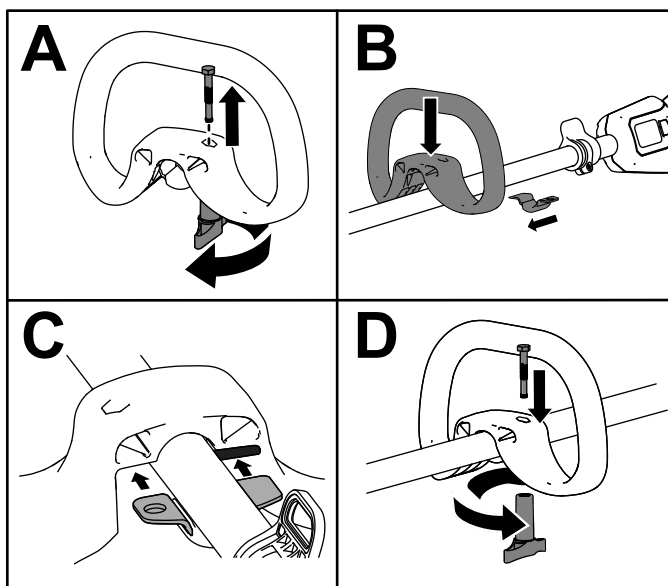

Figura 3
1. Separe la empuñadura auxiliar del soporte inferior desenroscando el pomo de bloqueo de la empuñadura y retirando el perno de cabeza Allen (Figura 3, A).
2. Alinee la empuñadura auxiliar con el soporte inferior del mango de la desbrozadora (Figura 3, B).
3. Deslice el soporte inferior en la ranura de la empuñadura auxiliar (Figura 3, B).
4. Sujete la empuñadura auxiliar al soporte inferior con el perno Allen que retiró anteriormente (Figura 3, C).